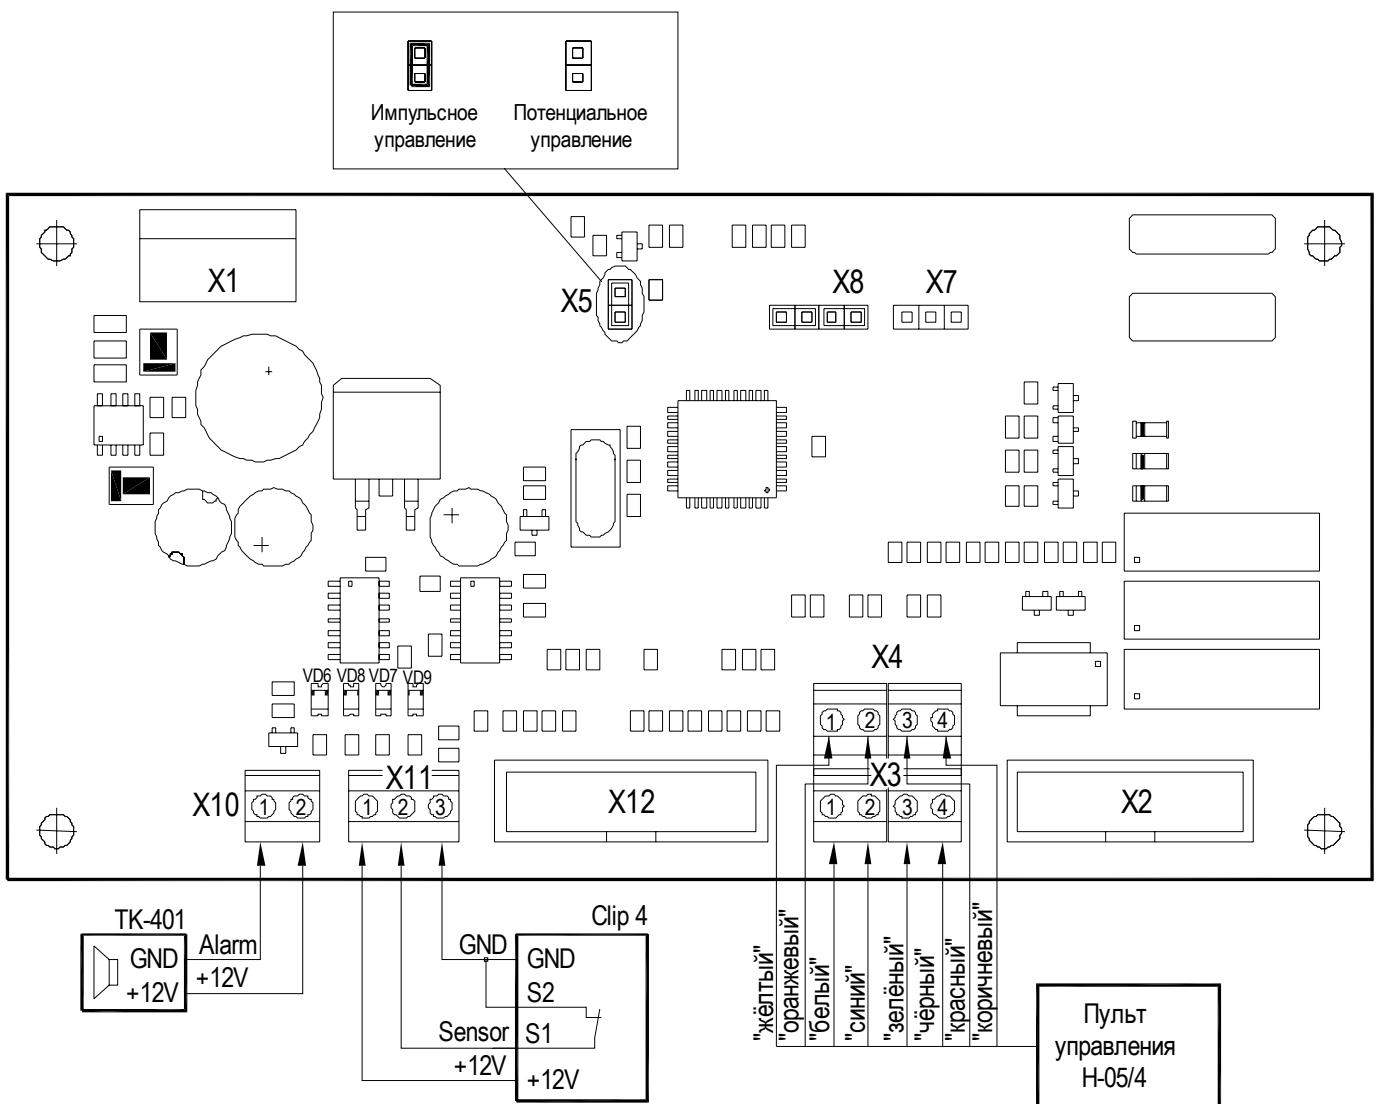

Рис. 8. Модуль процессорный
- отсоедините сетевой кабель (12) от сети;
- внутри блока управления на клеммных колодках X3 и X4 процессорного модуля (рисунок 8 Приложения 1 и рисунок 9 Приложения 2) поменяйте местами следующие провода кабеля пульта управления (13) — *белый с зелёным* и *жёлтый с красным*, т.е. подключите указанные провода следующим образом:
Положение переключки и соответствующий ему режим управления турникетом, а также расположение клеммных колодок X10, X11 и назначение контактов для подключения сирены и датчика контроля зоны прохода показаны на рис. 8. Схема подключения устройства радиуправления показана на рисунке 9.